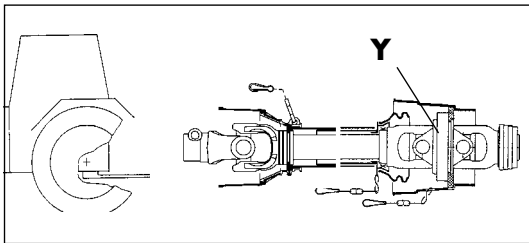

Bild 3-2
- Das Weitwinkelgelenk (Y) muß sich auf der Maschinenseite befinden (Bild 3-2). Prüfen Sie, ob die Gelenkwelle auf den Wellenenden eingerasstet ist
Montieren Sie das Weitwinkelgelenk (Y) maschinenseitig (Bild 3-2)